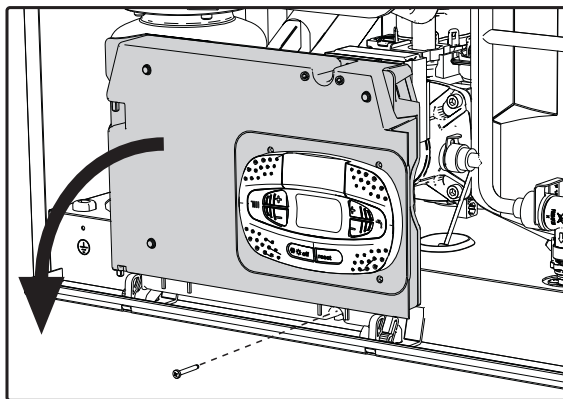
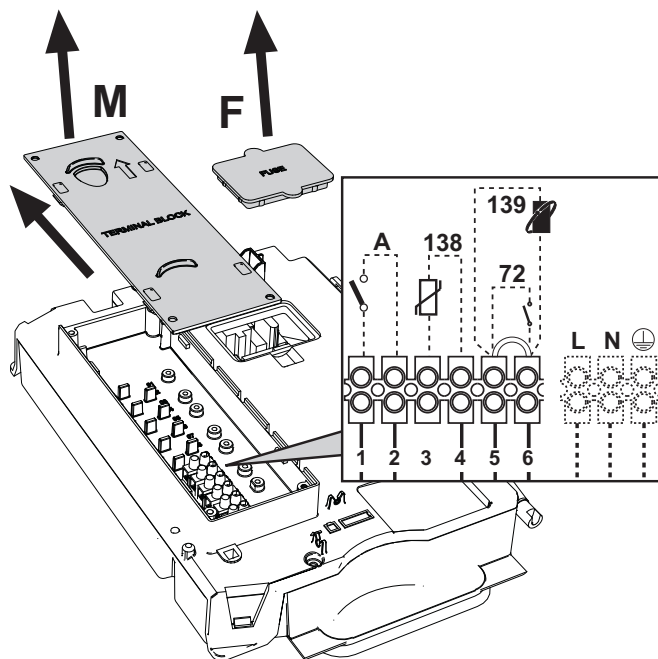

fig. 19
fig. 20
Dopo aver tolto il pannello frontale (sez. "Apertura del mantello frontale e del pannello della camera stagna" a pag. 32) è possibile accedere alla morsettiera (M) e al fusibile (F) seguendo le indicazioni descritte di seguito (fig. 19 e fig. 20). I morsetti indicati nella fig. 20 devono essere a contatti puliti (non 230V). La disposizione dei morsetti per i diversi allacciamenti è riportata anche nello schema elettrico alla fig. 42.
Configurazione Interruttore ON/OFF (A fig. 20)